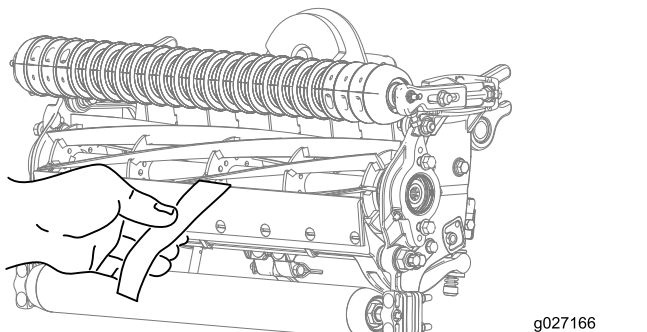

図8
- B. リールと下刃の間に、下刃に対して垂直になるように、カuttingパフォーマンスペーパー (Toro部品番号125-5610) の長いストリップを挿入し(図8)、次にリールをゆっくりと前方に回転させる。紙が切れるはずですが、切れない場合は、切れるまで手順AとBを繰り返す。
13. 刃合わせチェックペーパー Toro P/N 125-5610 を、リールとベッドナイフとの間に入れてベッドナイフに対して直角にセットし (図 8)、リールを ゆっくりと前転させる紙が切れれば適切。左右のベッドバー調整ボルトをそれぞれ1クリックだけ締め、もういちど紙を切るテストを行う。紙が切れるまでこれを繰り返す。